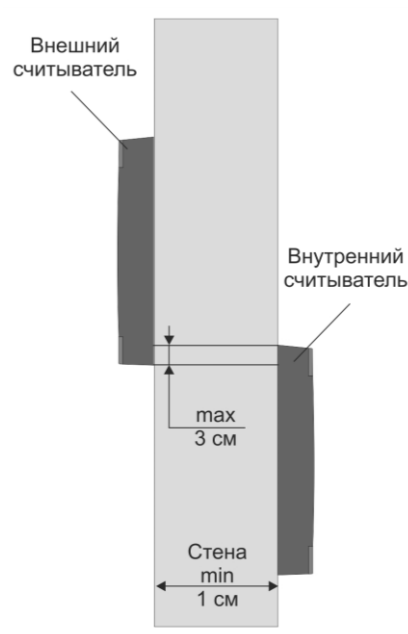

Рисунок 7. Крепление считывателей с разнесением по вертикали
- Если толщина стены менее 10 см (например, стеклянная панель), то считыватели необходимо разнести по вертикали (рис. 7). Максимальное наложение одного считывателя на другой по вертикали – 3 см (антенны не должны пересекаться).